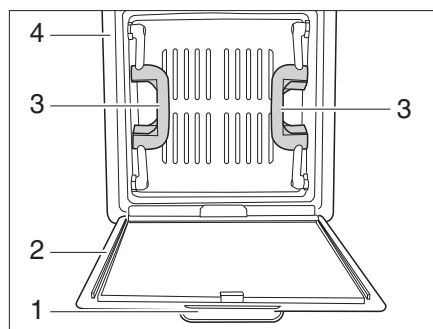

Bild 28 Dachhaube mit Schnappverschluss
- Den Insektenschutz (Bild 28,2) am Griff (Bild 28,1) nach unten ziehen. Der Insektenschutz klappt nach unten.
- Die Dachhaube an beiden Griffen (Bild 28,3) nach oben drücken.
- Den Insektenschutz nach oben klappen und am Rahmen (Bild 28,4) einrasten.
- Die Dachhaube an beiden Griffen (Bild 28,3) kräftig nach unten ziehen.